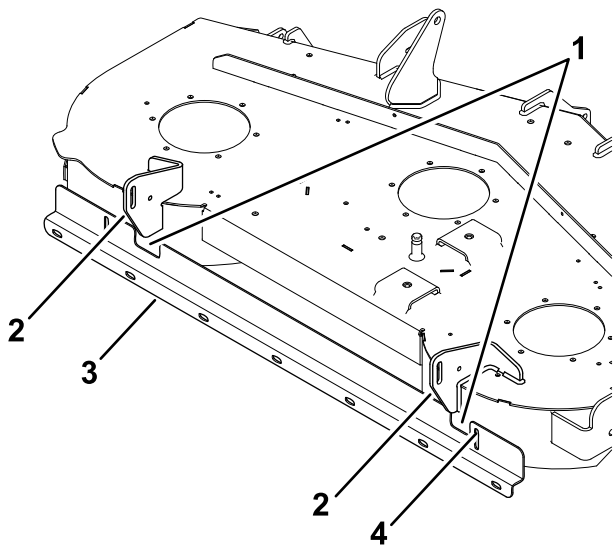

Bild 2
3. Verwenden Sie die Halterung als Schablone, markieren und bohren Sie mit einem 9/32" Bohrer ein Loch in die rechte Biegung des Ablenklechs, wie in Bild 2 dargestellt.